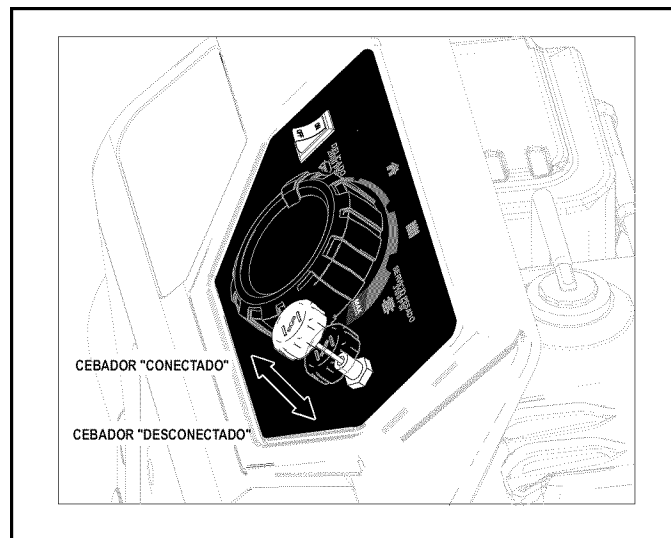

Figura 5-4. Perilla del cebador
3. Coloque el cebador del motor tirando levemente hacia afuera de la perilla del cebador hasta que se detenga en la posición de "ON"(Figura 5-4).
Para un motor caliente, empuje la perilla del cebador hacia abajo hasta que se detenga en la posición "OFF"(Figura 5-4).